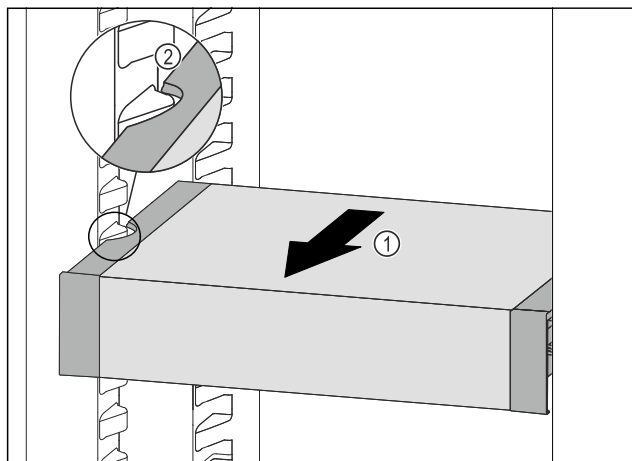

Fig. 105
- Tërhiqni VarioSafe për nga përpara Fig. 105 (1), derisa foletë anësore të VarioSafe të jenë në lartësinë e brinjëve të kutisë në pjesën e ftohjes. Fig. 105 (2)